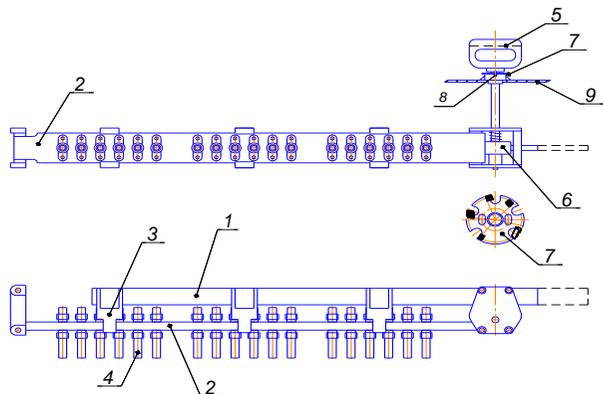

Рисунок 6 - Переключатель
8.4.3.2 Производить переключение в следующем порядке (см. рис. 6, п.4.9).
Переключение из одного положения в другое производится следующим образом (рис.6):